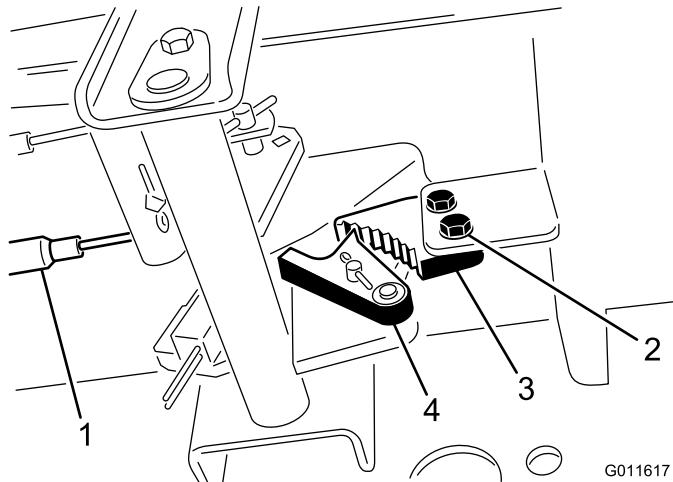

Figura 47
1. Afloje los 2 tornillos que fijan el trinquete del freno de estacionamiento al bastidor (Figura 47).
2. Pise el pedal del freno de estacionamiento hacia adelante hasta que la uña se enganche a fondo en el trinquete del freno (Figura 47).